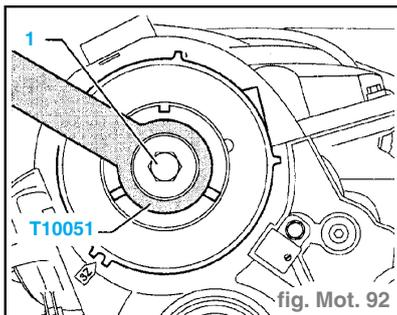

fig. Mot. 92
- Desserrer la vis de fixation (1) du moyeu (fig. Mot. 92).
- Serrer la vis de fixation (1) du moyeu (fig. Mot. 92).